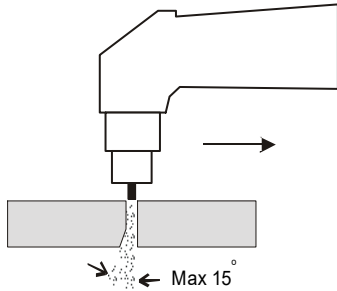

Abb. 6
1. Hohe Geschwindigkeit des Schneidens (überzeugen Sie sich, ob die Neigung des durchdringenden Schneidlichtbogens nicht ca. 15° überschreitet (siehe Abb. 6).